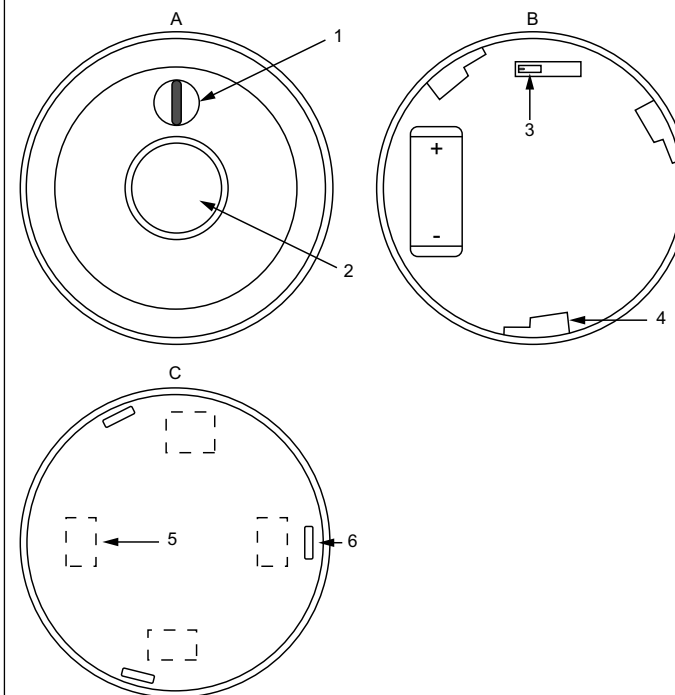

Fig. 2 A = Structure principale, avant, B = Structure principale, arrière, C = Couvercle arrière
1. Percez les encoches dans le couvercle arrière. Voir Fig. 2